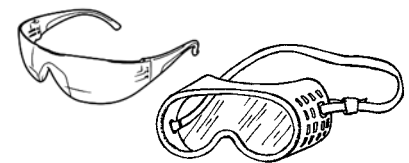

Figura 19
- Con una sierra circular, instale la hoja para madera contrachapada a la inversa para así obtener un corte más uniforme y limpio, especialmente en climas fríos (Figura 19). Corte lentamente. No trate de cortar otros materiales que no sean vinilo con la hoja de la sierra colocada al revés.